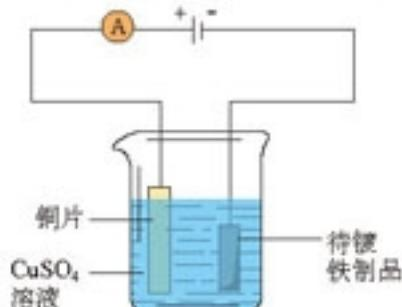

图 3-26 电镀铜实验装置
1. 在大烧杯中加入  $\text{CuSO}_4$  溶液①，用铜片作为阳极，把待镀的铁制品(镀件)作为阴极(如图 3-26 所示)，接通直流电源几分钟后，观察镀件表面发生的变化。